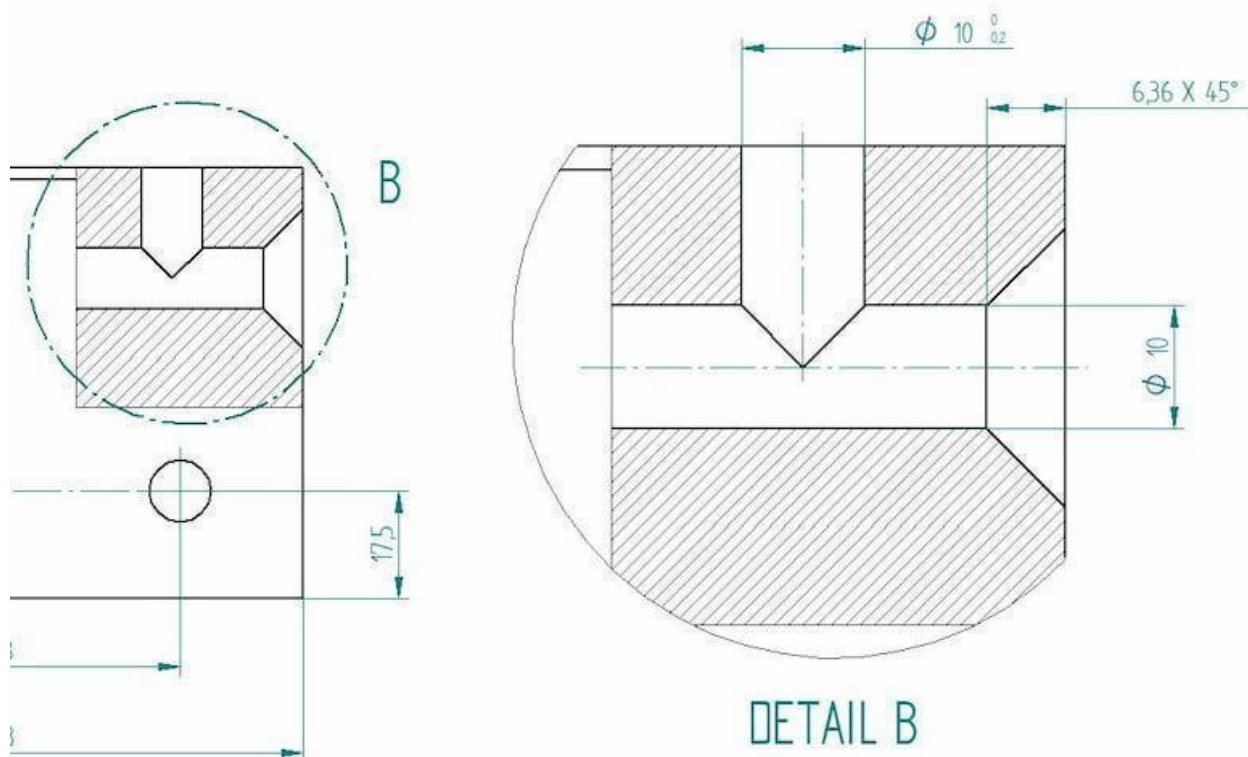

Рис. 1.12 Детальный чертеж
– *детальный чертеж*, представляющий в более крупном масштабе несколько элементов или элемент, или даже часть элемента с целью уточнения дополнительных данных о том, что не могло быть включено в чертеж объекта, частью которого является деталь - (см. рисунок 1.12).